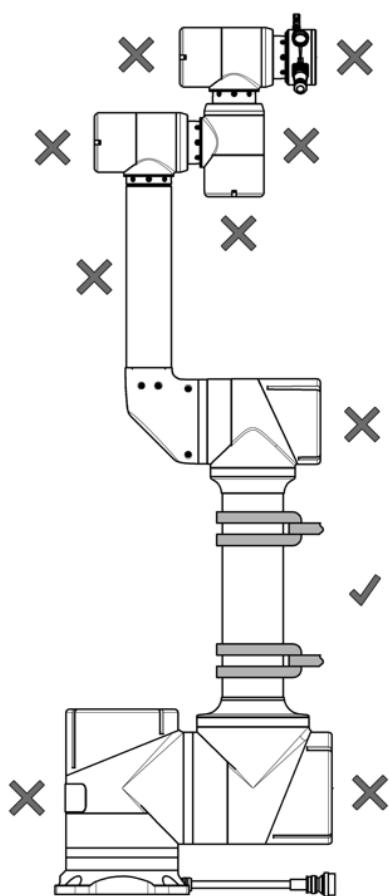

Рисунок I-12 – Разрешенные и запрещенные места обхвата при монтаже/демонтаже
2. При обхвате стропами используйте захват мертвый петлей за плечо СП2-СП3 (см. Рисунок I-12).
3. Нельзя подвергать усилиям запрещенные места обхвата (СП4, СП5, СП6) и пластиковые защитные крышки (см. Рисунок I-12).